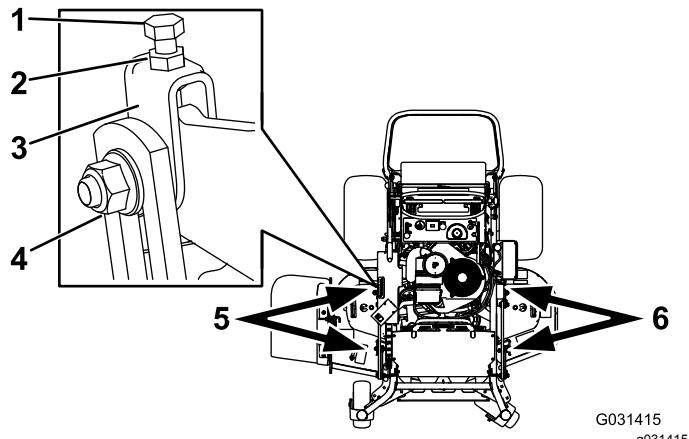

Figure 88
- Desserrez l'écrou latéral et l'écrou de blocage sur les chapes que vous voulez régler (Figure 88).
2. Tournez le boulon supérieur des chapes pour régler la hauteur du plateau de coupe (Figure 88).